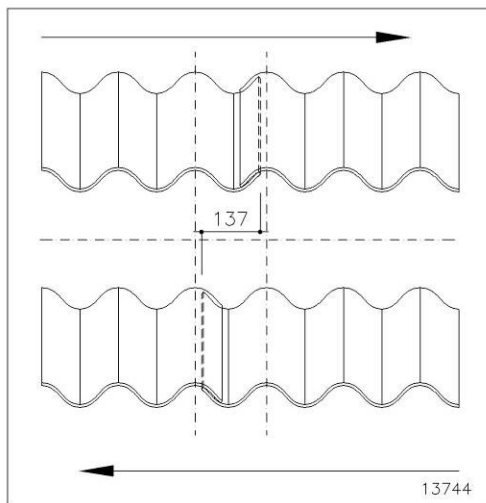

Fig. 20: Positie van de ECOLOR golfplaten bij de plaatsing van de G-nokstukken
- bij de golfplaten ECOLOR verspringen de traceerlijnen op het tweede dakvlak 137 mm naar links t.o.v. het eerste dakvlak (Fig. 20) om de aansluiting met de hulpstukken juist te laten gebeuren. De aslijnen van de golftoppen moeten op beide dakvlakken in elkaars verlengde liggen.